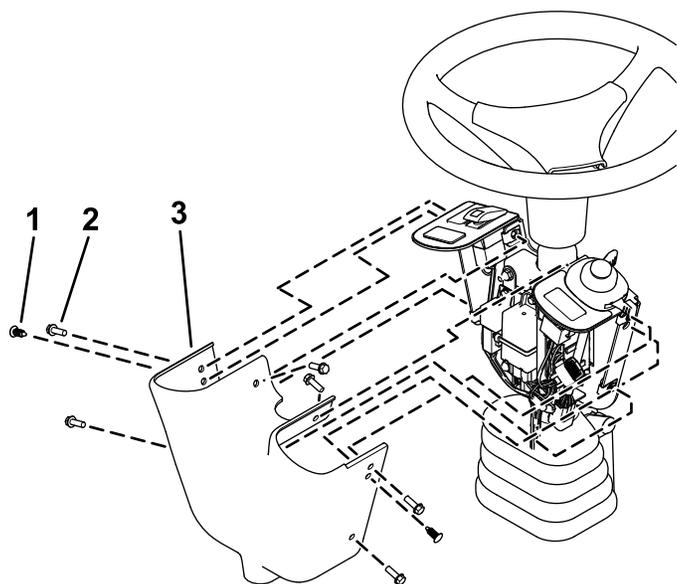

Figure 10
14. Fixez le couvercle de commande sur le support de commutateurs à l'aide de 2 rivets à pression et de 6 vis à tête hexagonale ($\frac{1}{4}$ x $\frac{3}{4}$ po), comme montré à la Figure 10.